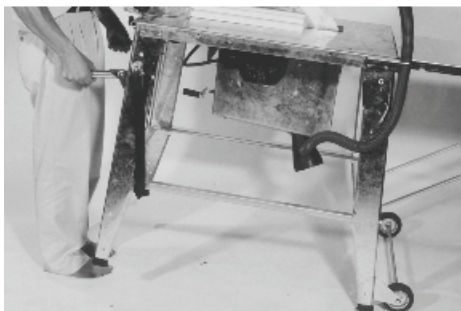

Fig. 23
- Utilajul este simplu de manipulat (v. fig. 23).